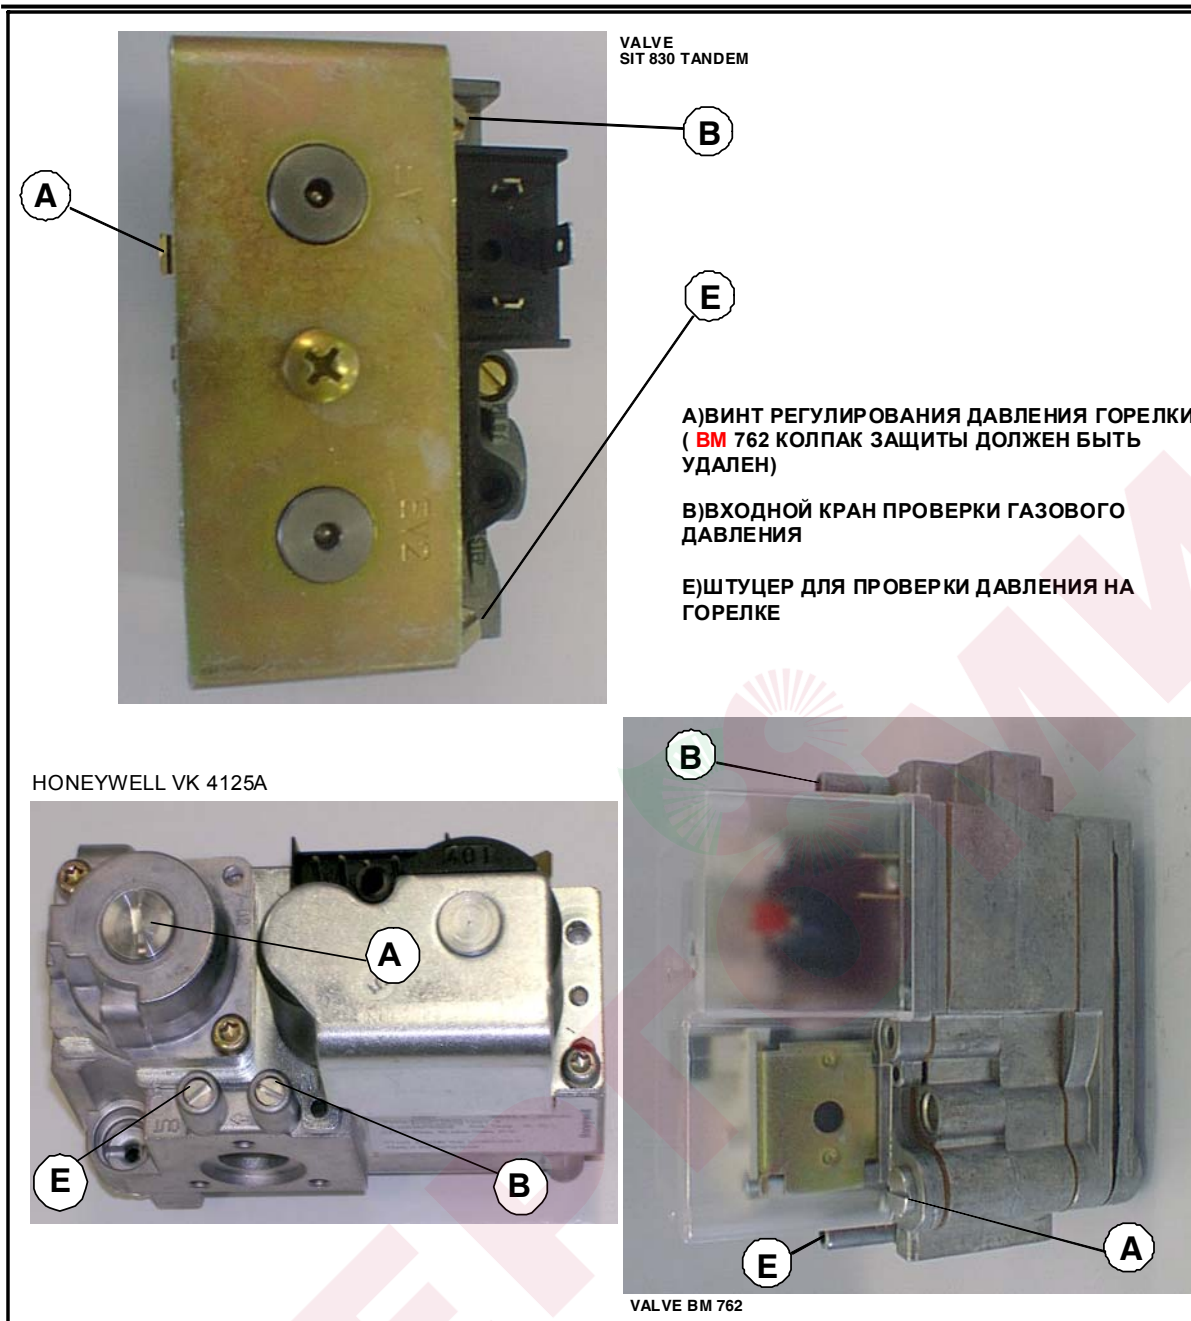

Рисунок 14
- Природный газ: давление должно регулировать, поворотом регулировочного винта(рисунок 14)
- Прежде чем регулировать давление на горелки определяют ТИП КЛАПАНА ГАЗА, установленного в устройстве (см. рисунок 14), затем переходят далее;